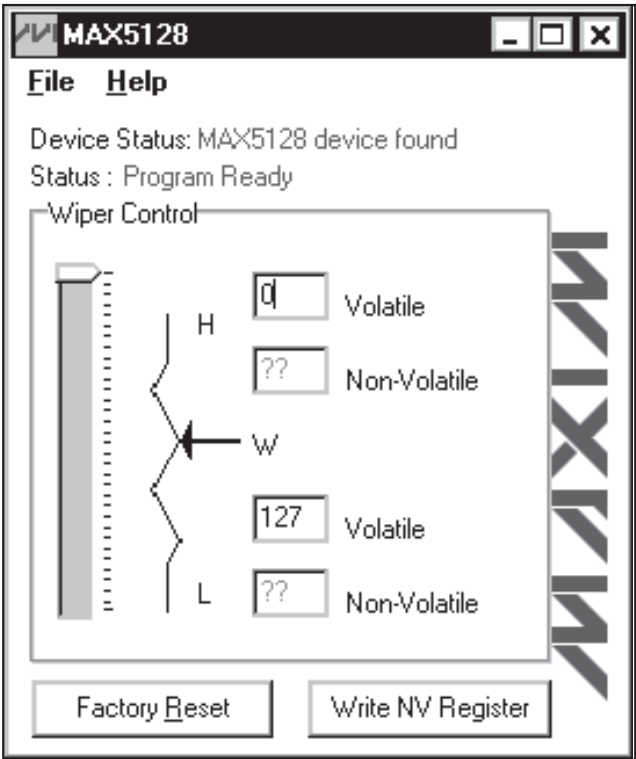

图1. MAX5128评估软件主窗体
- 9) 从**Start | Programs**菜单运行评估软件，打开评估软件的图表。出现评估软件主窗体，如图1所示。
每个GUI (图1)按钮对应于一个电位器位置的设置或器件编程指令。